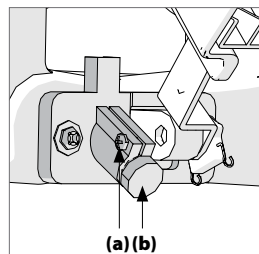

図6
- ・ 止めネジ(図6,a)をゆるめます。
- ・ レーザーラインが厚紙上に付けた印と平行になるまでレーザーユニットを(図6,b)をゆっくりと回して照射位置を調整します。